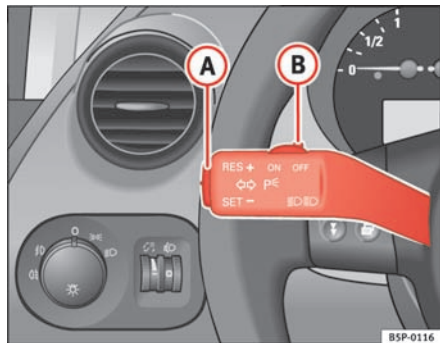

Fig. 139 Blink- og fjernlysarm: kontakt og vippeknap til fartpilot
- Skub kontakten ⇒ fig. 139 **B** mod venstre til position **ON**.